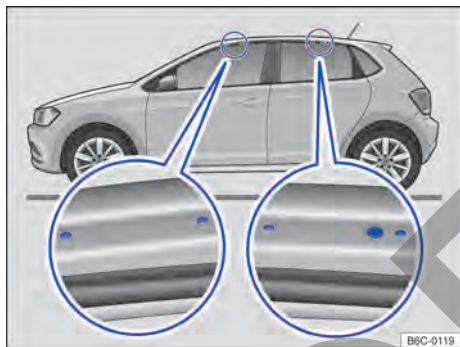

Fig. 153 Puntos de fijación de los soportes básicos del portaequipaje de techo (ambos lados)
Los orificios o marcas de los puntos de fijación de los soportes básicos son visibles con las puertas (delanteras y traseras) del vehículo abiertas y se encuentran a los lados en las vigas del techo → fig. 153 (lupa). Los orificios o marcas para fijación detrás se encuentran en la parte inferior de las vigas del techo → fig. 153 (lupa derecha).
- Fije los soportes de base solo en las marcas indicadas en la figura → fig. 153.